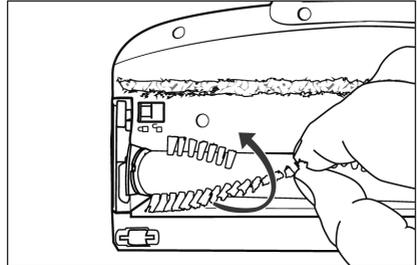

Abb. 25
- 3) Ziehen Sie die Bürstenrolle 21 an den Borsten aus der Bodenbürste 22 heraus. Drehen Sie die Bürstenrolle 21 dabei etwas, um sie leichter entnehmen zu können (siehe Abb. 25).